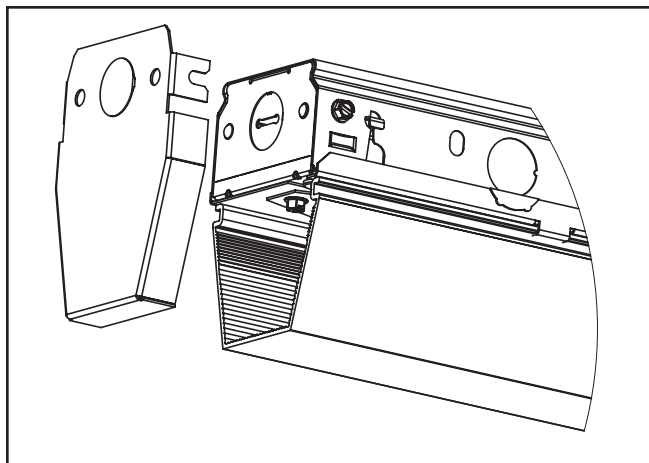

Figure 4.
7. Installez les embouts en les glissant jusqu'à ce qu'ils soient en place puis en serrant les vis. (Figure 4).